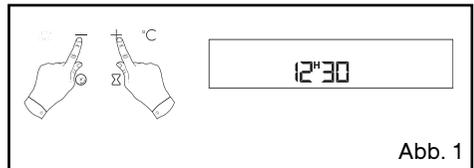

Abb. 1
- Gleichzeitiges Drücken der Tasten + und - für 5 Sekunden (Abb. 1).